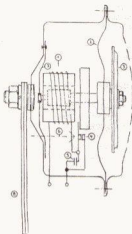

Bild 277
Bild 277 zeigt den inneren Aufbau eines Signalhorns. Man sieht, dass die Schwingungen der Membran des Signalhorns durch einen Satz sich selbst steuernden Unterbrecherkontakte erzeugt werden, deren Öffnungsfunktion wie bei der Zündanlage durch einen Kondensator "geleitet" werden.
- Oft genügt es, eine Änderung der Einstellung an der Stellschraube (+6- in Bild 277) vorzunehmen, um dem Horn zu neuem Leben zu verhelfen.